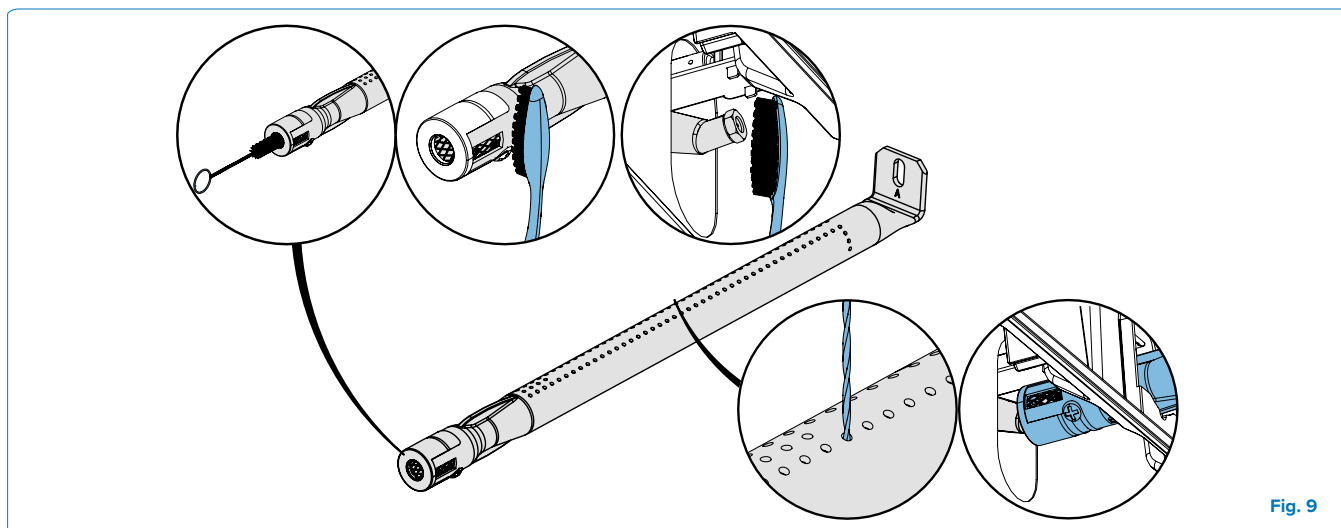

Fig. 9
1. Rimuovere la vite (o le viti) che fissano il bruciatore alla parete posteriore della griglia. Far scorrere il bruciatore indietro e verso l'alto per rimuoverlo. **(Fig. 9)**